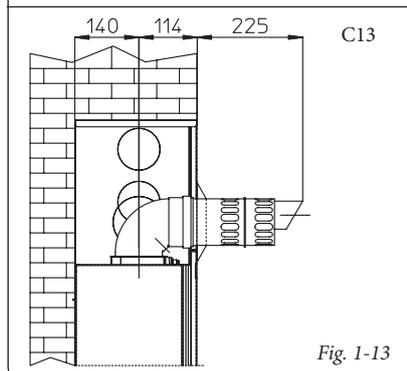

Fig. 1-13
- Applicazione con uscita anteriore (Fig. 1-13). Lo scarico diretto permette di occupare solo l'ingombro del terminale.